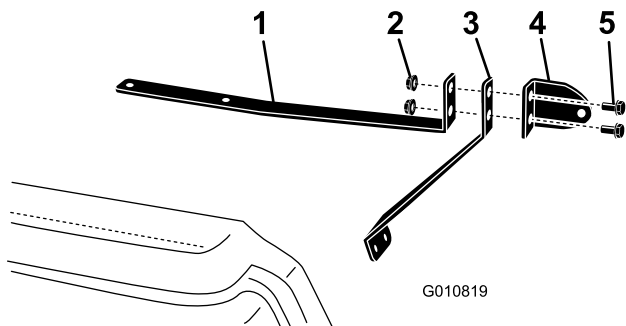

図 3
2. 上下のミラーブラケットに、ミラーマウントを組み付けるボルト 5/16" x 3/4" 2 本、フランジナット 5/16" を使用して 図 3 のように取り付ける。